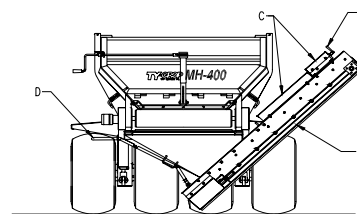

Figure 23 : Vue arrière du processeur MH
- Pour transférer le transporteur transversal sur le chariot, placez les supports de rangement du transporteur à environ 2 m d'écart (Figure 23).